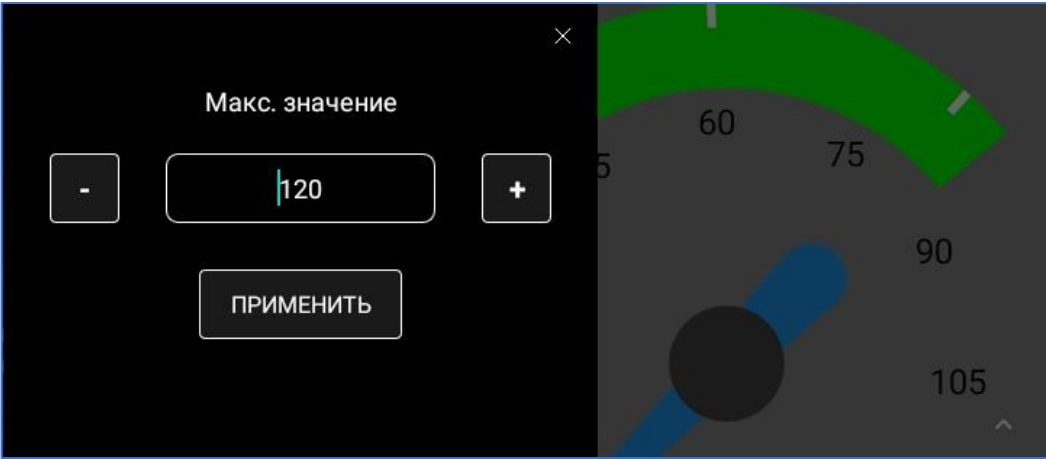

рис. 4.18. Указание максимального значения
- **Максимальное и минимальное значения** задают диапазон шкалы, который делится на необходимое число делений-частей (рис. 4.18).